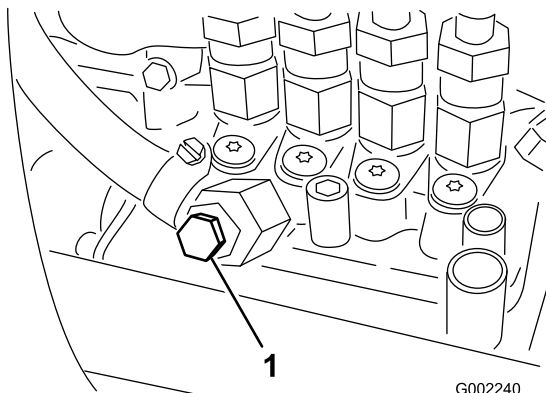

Figura 44
7. Aprite la vite di sfiao sulla pompa d'iniezione (Figura 44).